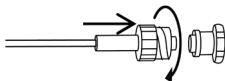

Figure 2
2. Connecter la tubulure d'échantillonnage de gaz (raccord Luer mâle) au moniteur de gaz respiratoire comme illustré à la figure 2. Tourner le raccord Luer dans le sens des aiguilles d'une montre pour un ajustement sûr, afin d'éviter toute fuite de gaz au niveau du point de raccordement.